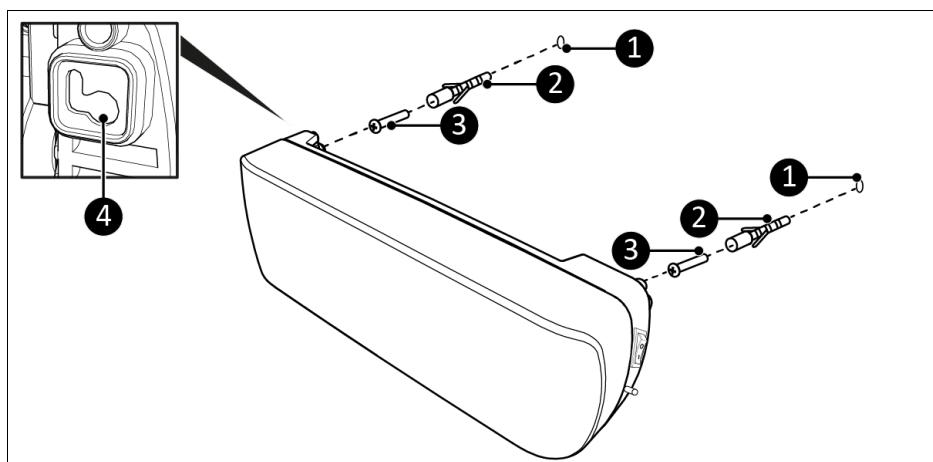

Figura 7
4. Efectuați două găuri de 10 mm la 39,8 cm orizontal una de celalaltă în locația dorită (Figura 7, poz. 1).
5. Introduceți ștecările în găuri (Figura 7, poz. 2).
6. Strângeți bine șuruburile în ștecare (Figura 7, poz. 3). Asigurați-vă că șuruburile ies în afară 10 mm.
7. Așezați inelele agătate pe spatele dispozitivului peste șuruburile din perete (Figura 7, poz. 4).